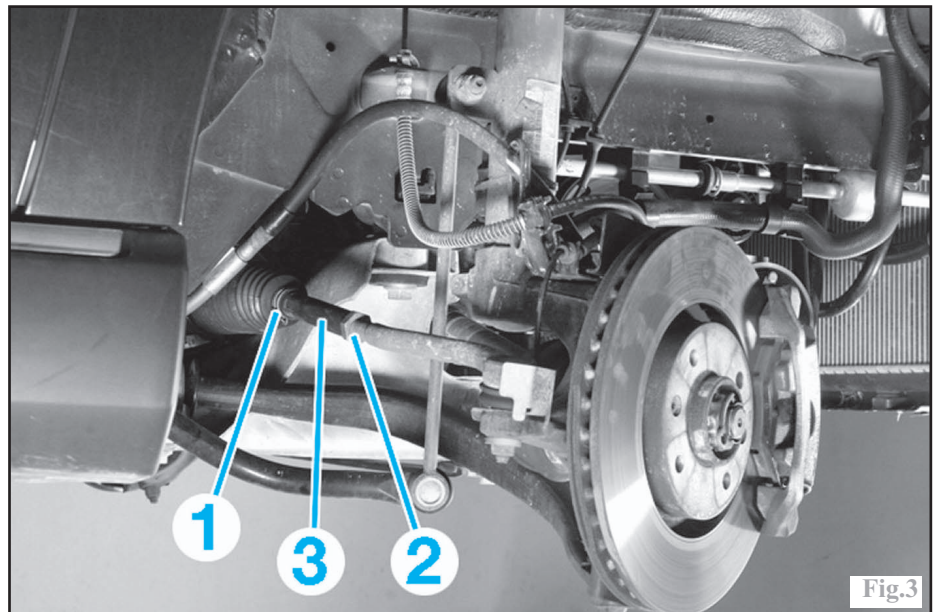

Fig.3
Desserrer les écrous d'embouts de biellettes (2) (Fig.3).
- les vis de bridage des durits (Fig.3) puis écarter les durits.